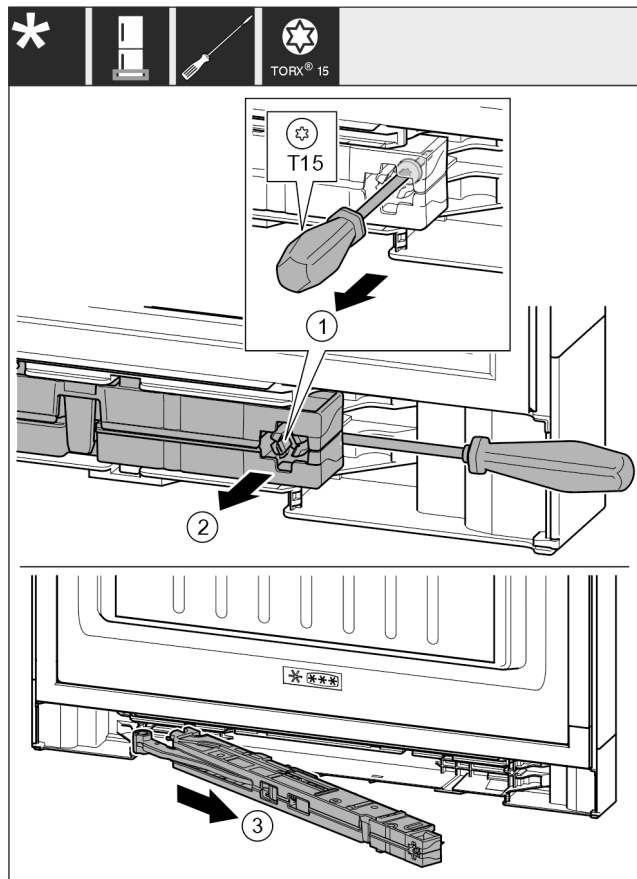

Fig. 20
- Šroub Fig. 20 (1) na jednotce tlumiče zavírání povolte šroubovákem 14 mm.
- Vypačte jednotku tlumiče zavírání Fig. 20 (2) na straně madla šroubovákem dopředu.
- Vytáhněte jednotku tlumiče zavírání Fig. 20 (3).